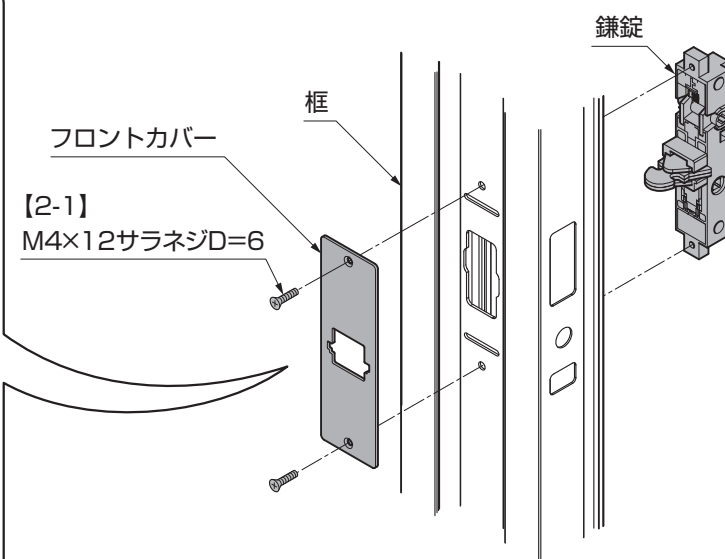

図3-10
① 錠掛け側の框に、鎌錠を差込み、フロントカバーで框を挟み込むようにして【2-1】で仮固定してください。（図3-10参照）
(2) ハンドルの勝手変更 ※必要な場合のみ実施